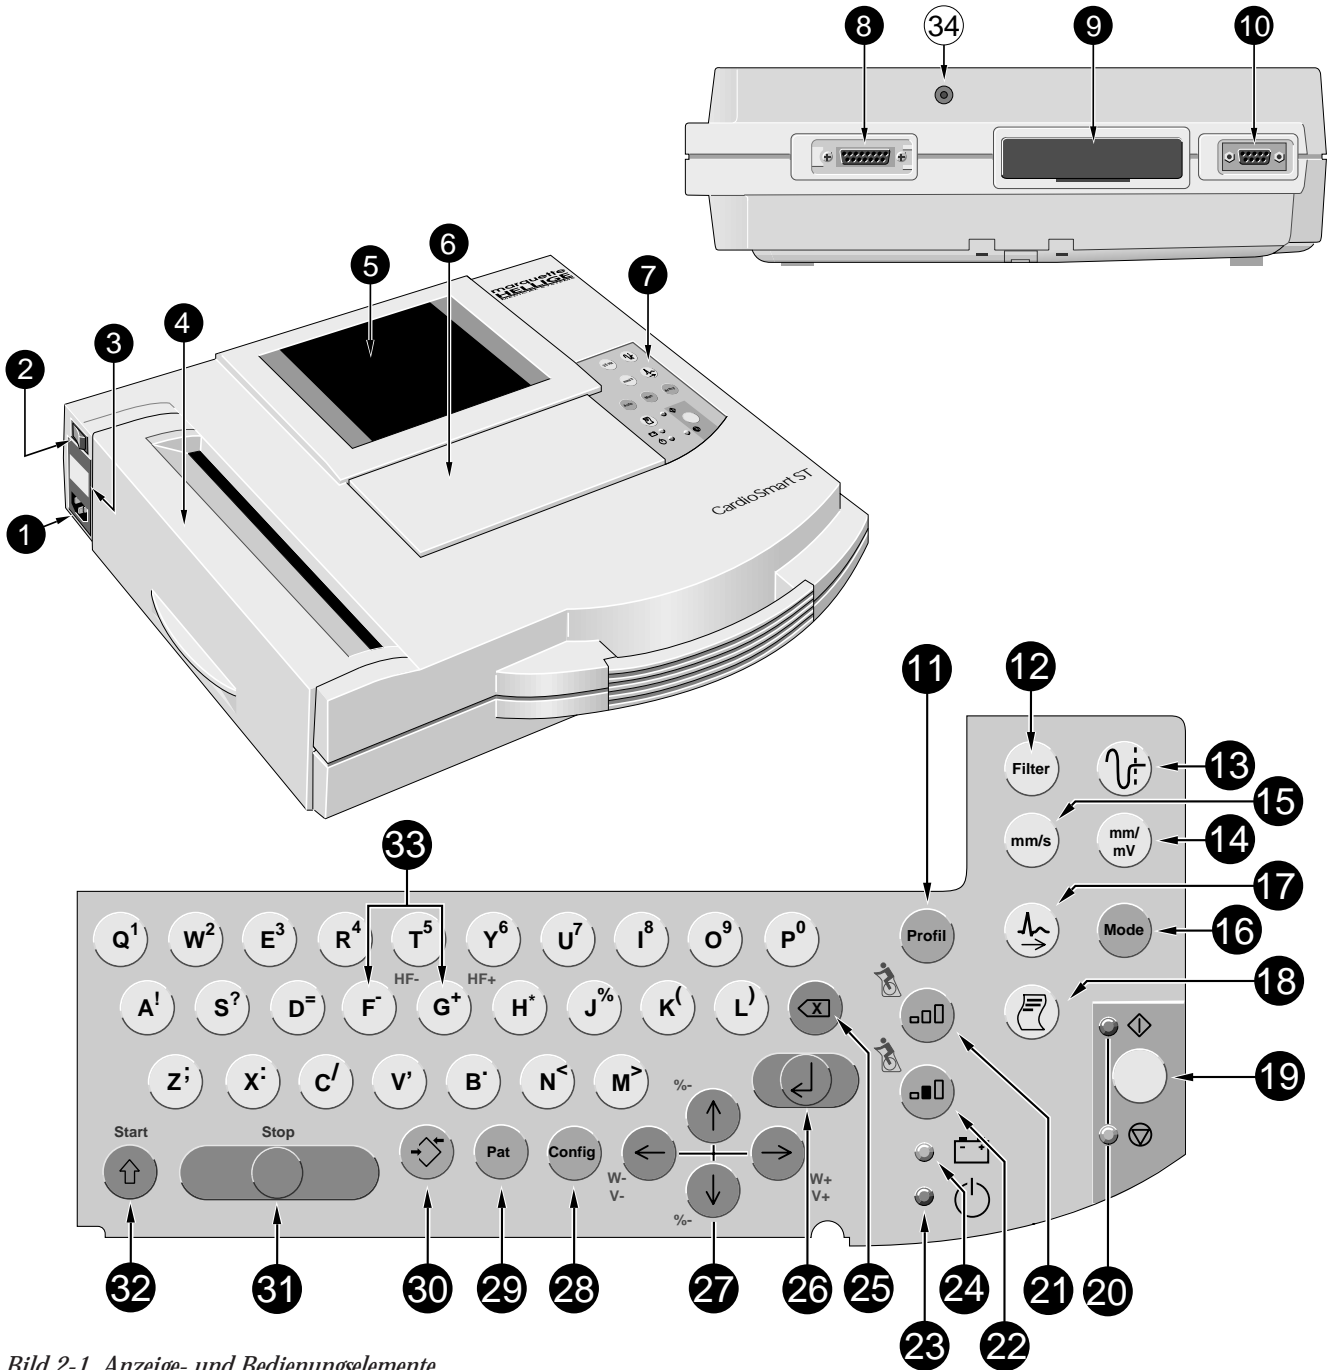

Bild 2-1. Anzeige- und Bedienungselemente
- Vor der ersten Inbetriebnahme müssen Sie das Graphik-Display bei ausgeschaltetem Gerät in die vorgesehene Steckerleiste einsetzen ((5), Bild 2-1). Achten Sie darauf, daß Sie die Kontakte dabei nicht berühren.
- Ebenso müssen Sie bei ausgeschaltetem Gerät das **CardioProm** einstecken ((9), Bild 2-1). Achten Sie darauf, daß Sie dabei die Kontaktleiste nicht berühren.